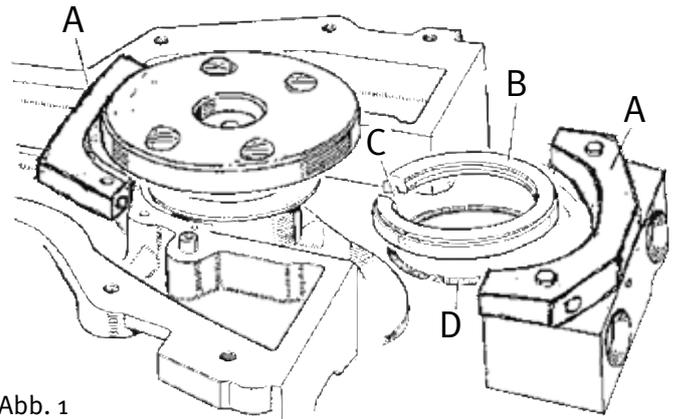

Abb. 1
8. Fetten Sie den Simmerring gut ein, entfernen Sie die Feder aus dem Simmerring und schieben ihn dann vorsichtig über die Kurbelwelle. Die Schnittstelle des Simmerrings muss dabei nach oben zeigen und die Nut zur Aufnahme der Feder muss zum Motorblock zeigen, da sonst der Simmerring „trocken läuft“ (Abb. 1).